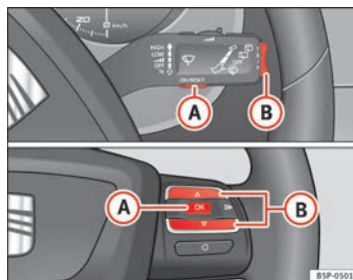

Fig. 40 Teclas basculantes A y B. Mandos en volante.
- Con el encendido conectado, pulse brevemente la tecla ⇒ **página 64, fig. 40 A** de la palanca del limpiacristales para cambiar de una memoria a otra o pulse la tecla **A** de los mandos al volante ⇒ **página 64, fig. 40**.